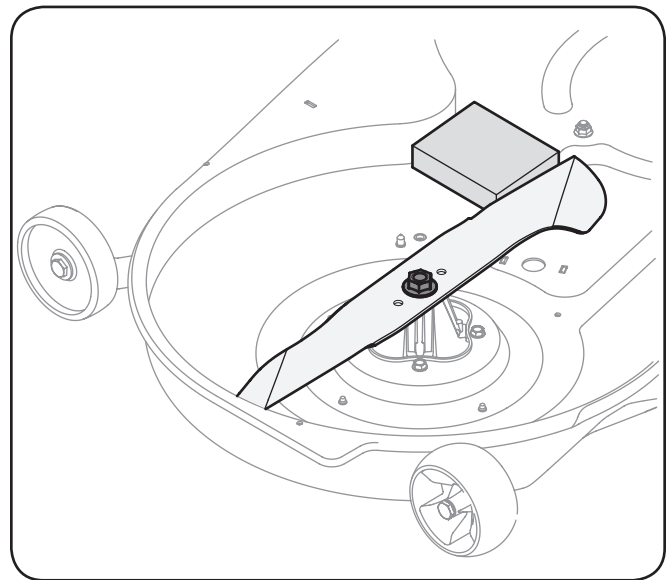

Figure 7-6
2. Placez un morceau de bois entre le boîtier du plateau de coupe et la lame de coupe afin d'empêcher tout mouvement. Voir Figure 7-6.
3. Retirez l'écrou à bride qui fixe la lame à la fusée assemblée. Voir Figure 7-6.